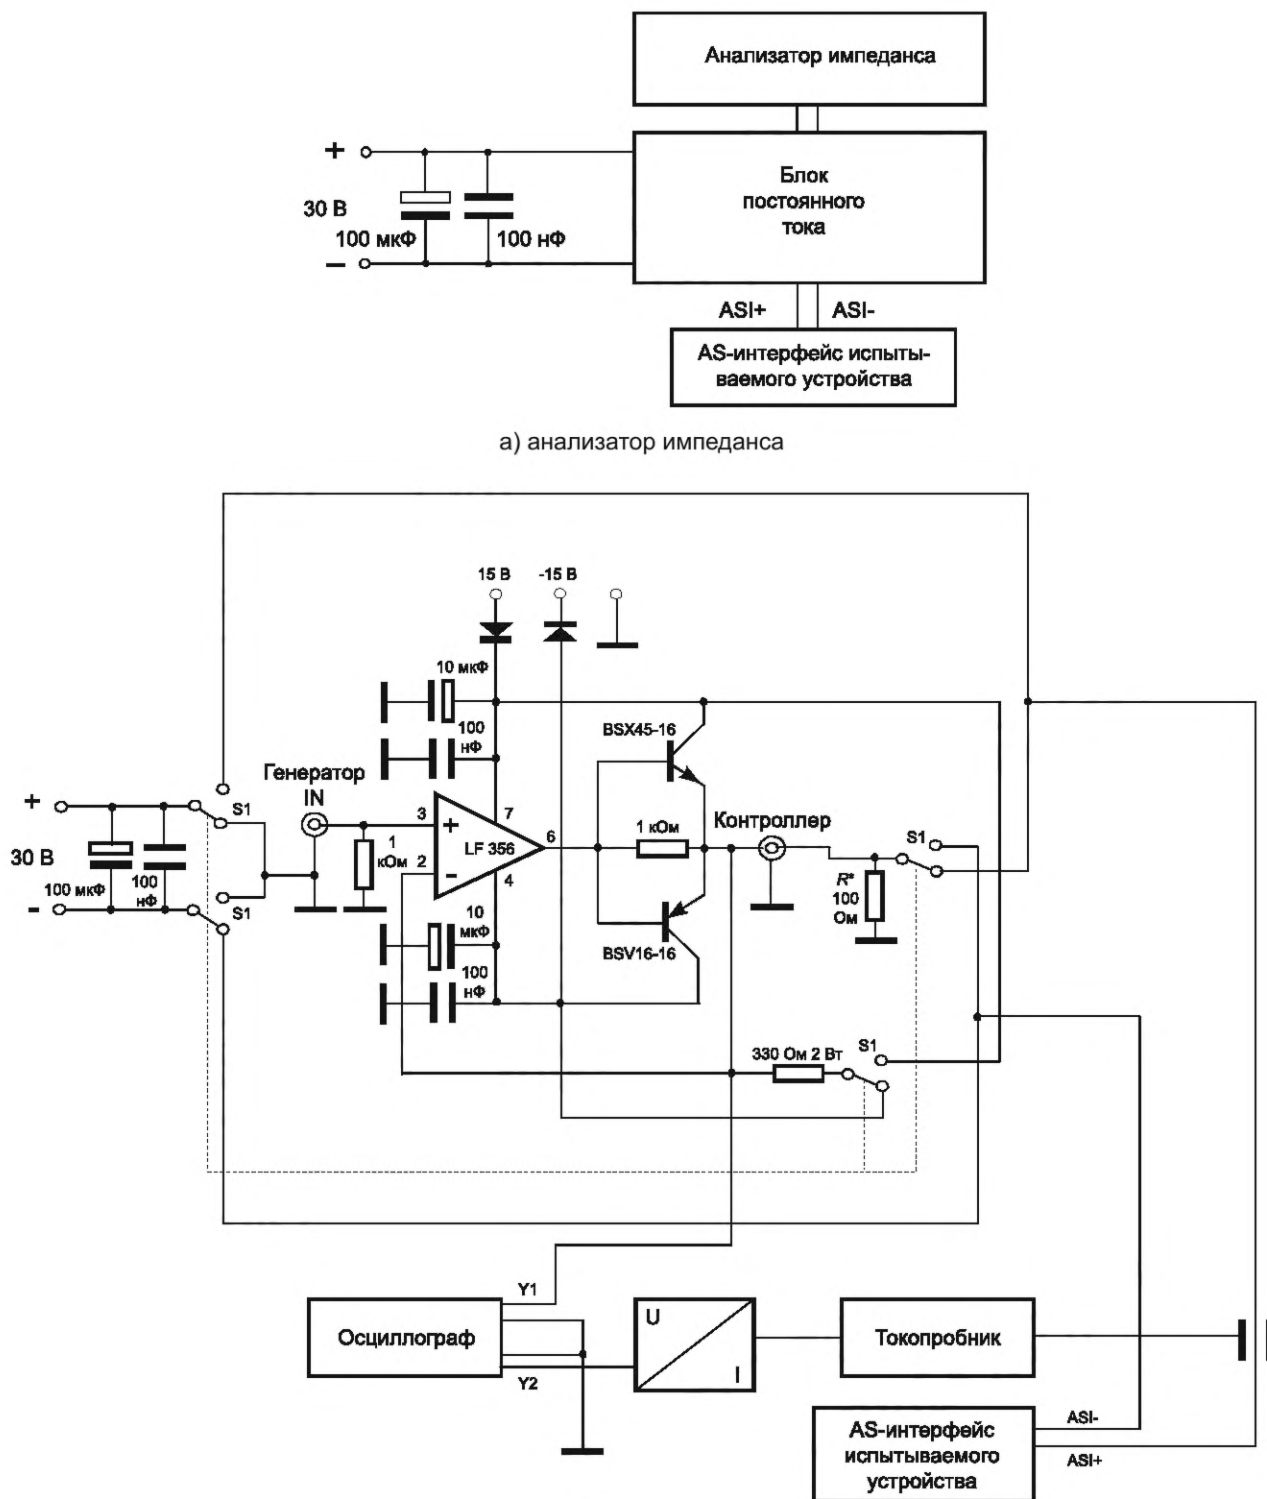

Рисунок 69 — Установка для измерения импеданса
Работа испытуемого образца в положении переключателя «Измерение» намеренно асимметрична, т. е. металлические части испытуемого образца не должны быть заземлены. С помощью переключателя S1 (см. рисунок 69, б)) можно подключать заземление (положение переключателя на рисунке: ASI- — заземление). Измерить входной переменный ток с помощью токового зонда (пробника). Длина линии ASI- между испытательным образцом и измерительной цепью должна быть не более 20 см.
- схема измерения должна соответствовать установке измерения импеданса (см. рисунок 69, b));